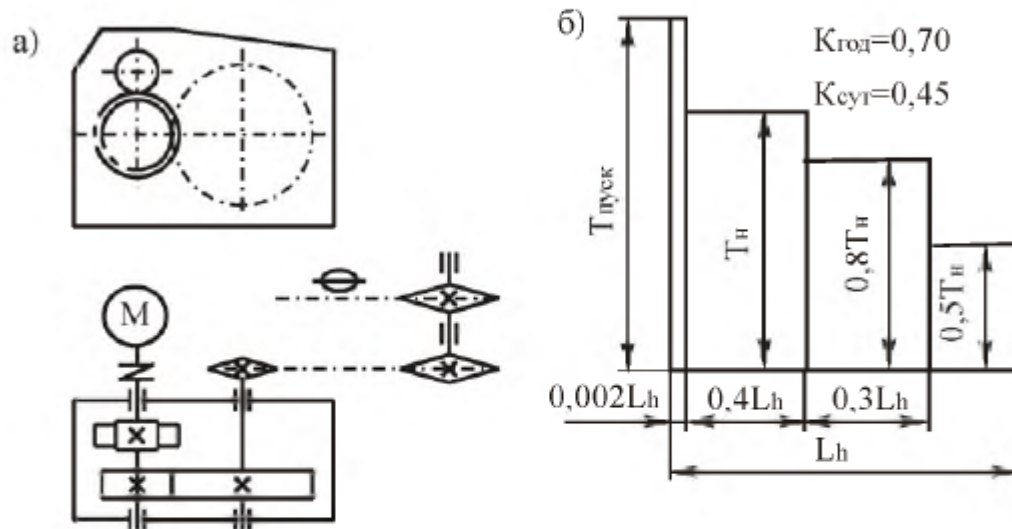

Рис. 6.10. Привод цепного транспортера:
**Тема 10.** Спроектировать привод цепного транспортера (рис. 6.10, табл. 6.10). Привод вала тяговой звездочки цепного транспортера осуществляется от асинхронного электродвигателя общего машиностроительного применения через цилиндрический двухступенчатый редуктор и открытую цепную передачу. Быстроходная ступень редуктора - вертикальная. Входной вал редуктора соединен с валом электродвигателя упругой муфтой.